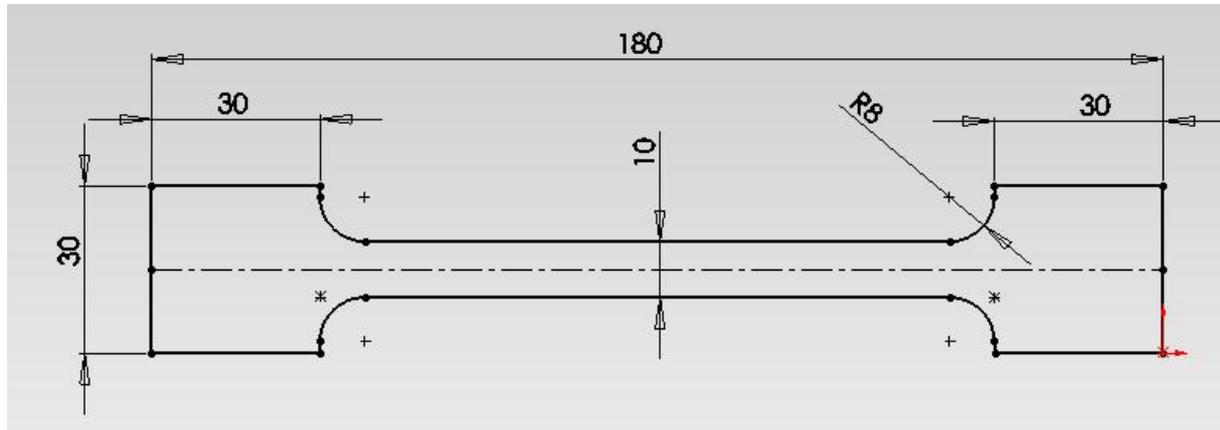

Figure 1: Dimension de l'éprouvette en 2D
L'étude suivante porte sur une éprouvette (figure 1) soumise à un effort ponctuel à chaque extrémité et bloquée en son centre. Cette éprouvette sera dans un premier temps soumise à un effort de traction puis de compression. Pour ce faire, il est nécessaire de mettre en application une courbe de chargement en 1D. Ce document est la suite des différents tutoriels mis à votre disposition.
- Définir les coordonnées des points (figure 1 et 2)